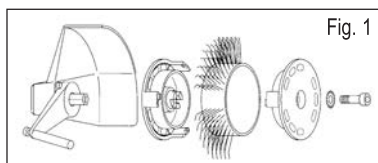
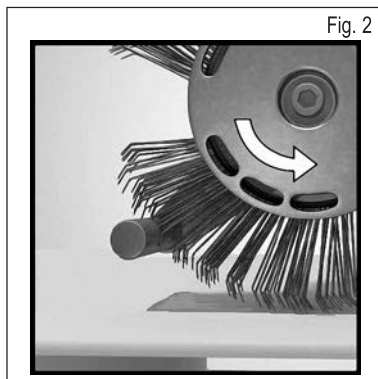

Fig. 1
Fig. 2
1. Afbryd strømforsyningen, og fastgør derefter Bristle Blaster® bånd 23 mm korrekt til værktøjet med holdesystemet (bemærk omløbsretning) og den dertil indrettede stjernefjederskive og skrue. **Se fig. 1 og fig. 2**
Anvendes et Bristle Blaster® bånd i den forkerte omløbsretning? – Ret børstebåndet ind således, at det forløber i den foreskrevne retning (se kapitel 5, Ibrugtagning, fig. 2).